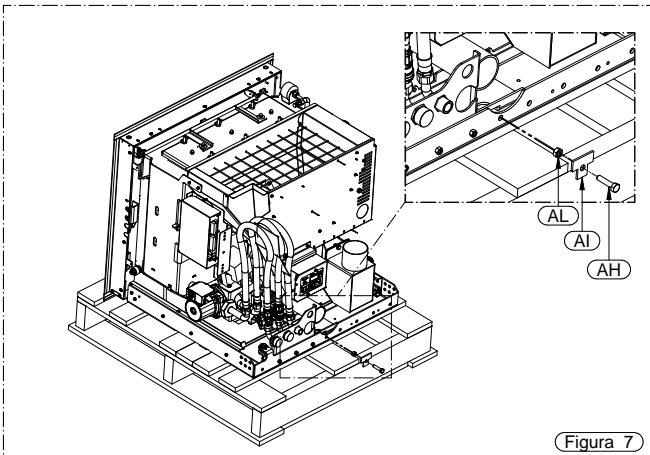

Figura 7
- Togliere la vite AH, la staffa AI e il dado AL (Figura 7).